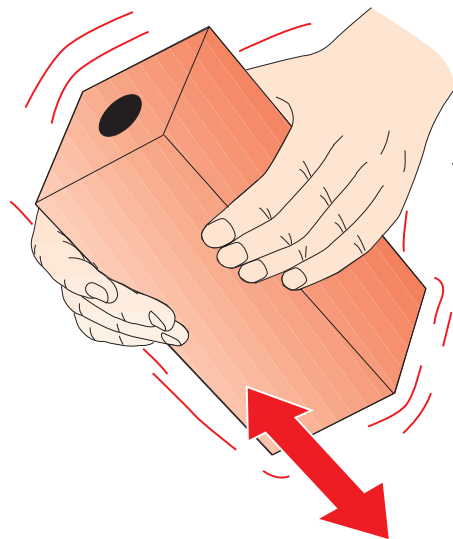

Fig. 11
- Ryst pakken mindst 10 gange (fig. 11).